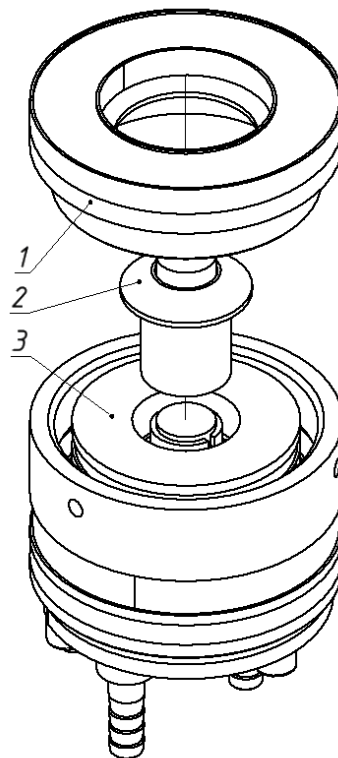

Рис.7.3.1. Порядок снятия электродов с источника ионов IS-52 : периферийный электрод - 1, центральные электрод - 2, анод - 3.
- 1) Снять электроды поз. 1,2 (рис.7.3.1)